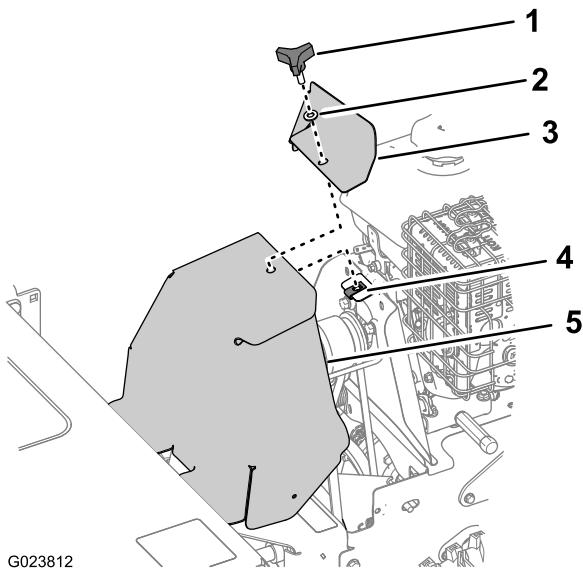

Рисунок 38
- Снимите ручку и шайбу, которые крепят кожух двигателя и крышку ремня к машине (Рисунок 38).
3. Совместите крышку ремня и кожух двигателя с машиной и пластинчатой гайкой (Рисунок 38).
4. Прикрепите крышку ремня и кожух двигателя к машине при помощи ручки и шайбы (Рисунок 38).